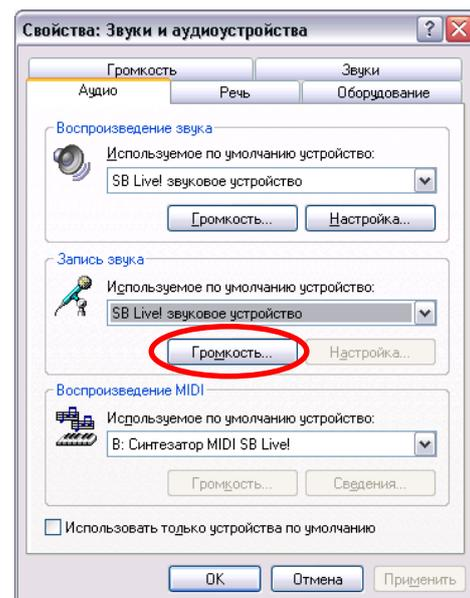

Рисунок 2.3 – свойства аудиоустройств
3. открыть свойства аудиоустройств (меню ПУСК ОС «Windows»→Панель управления→«звуки и аудиоустройства» (Рисунок 2.3);
5. в появившемся окне микшера, выбрать активным вход звуковой карты, к которому подключен источник сигнала телеметрии (УКВ приемник) (Рисунок 2.3);